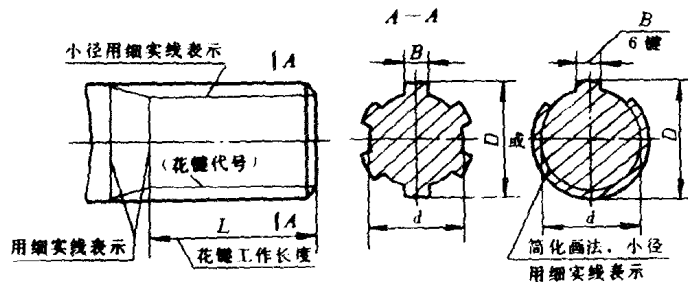
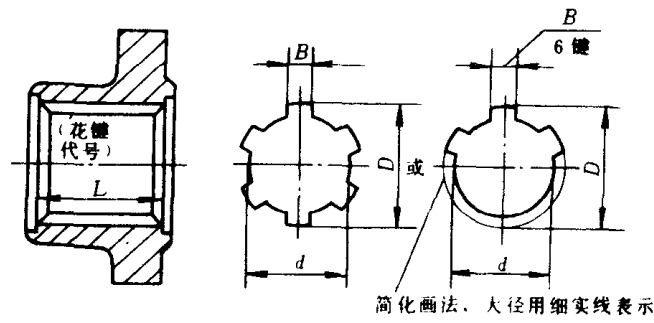

图 1-9 矩形外花键的画法和尺寸标注
图 1-10 矩形内花键的画法和尺寸标注
2) 矩形花键的形式和标记 外花键的画法见图 1-9, 内花键的画法见图 1-10。